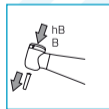

Fig. 4.2
4.2 Remoção da broca (Fig. 4.2)